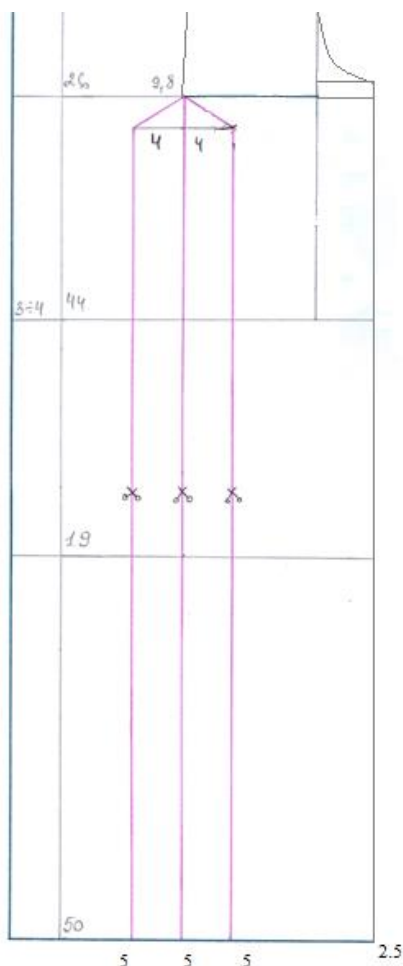

Рис. 9
- зробіть переведення нагрудної виточки до лінії низу пілочки та зробіть кінцеве розведення пілочки сукні силуету «трапеція» (рис. 9).
3. Нанесіть на деталь пілочки лінії моделювання, як показано на рис. 9, та зробіть відповідні написи.
8. Поміряйте величину одного розхилу внизу, візьміть $\frac{1}{2}$ цього розхилу та додайте його внизу до бокового шва, як показано на рис. 9, і уточніть його.